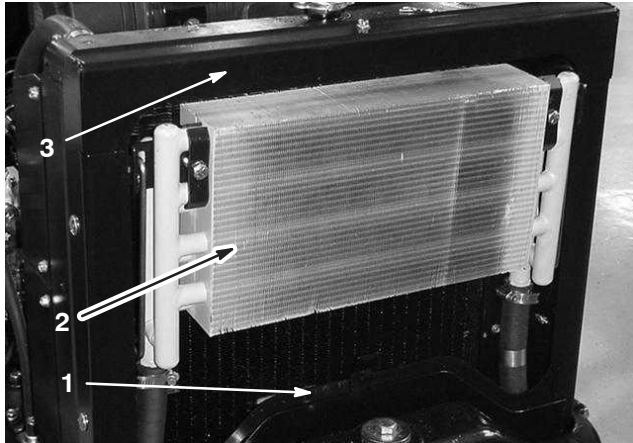

Bild 49
2. Entfernen Sie die Zugangsplatte (Bild 49).